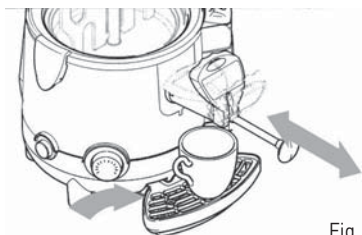

Fig. 12
**Eventuali ostruzioni del foro di erogazione possono essere rimosse facendo scorrere avanti e indietro l'asta, mantenendo ferma la macchina come mostrato in Fig. 12.**